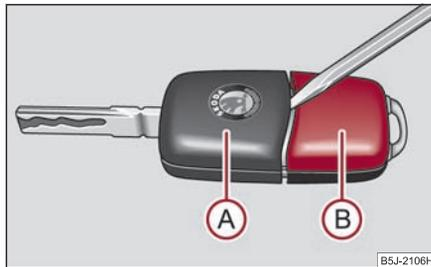

Abb. 33 Schlüssel mit Funk-Fernbedienung trennen
Jeder Funkschlüssel enthält eine Batterie, die im Deckel **B** des Sendergehäuses untergebracht ist  $\Rightarrow$  Abb. 33. Wir empfehlen Ihnen, die Schlüsselbatterie von einem Fachbetrieb wechseln zu lassen. Falls Sie jedoch die verbrauchte Batterie selbst wechseln wollen, gehen Sie wie folgt vor:
- Hebeln Sie das Schlüsselteil **A**  $\Rightarrow$  Abb. 33 vorsichtig mit einem Schraubendreher vom Sendergehäuse **B** ab.